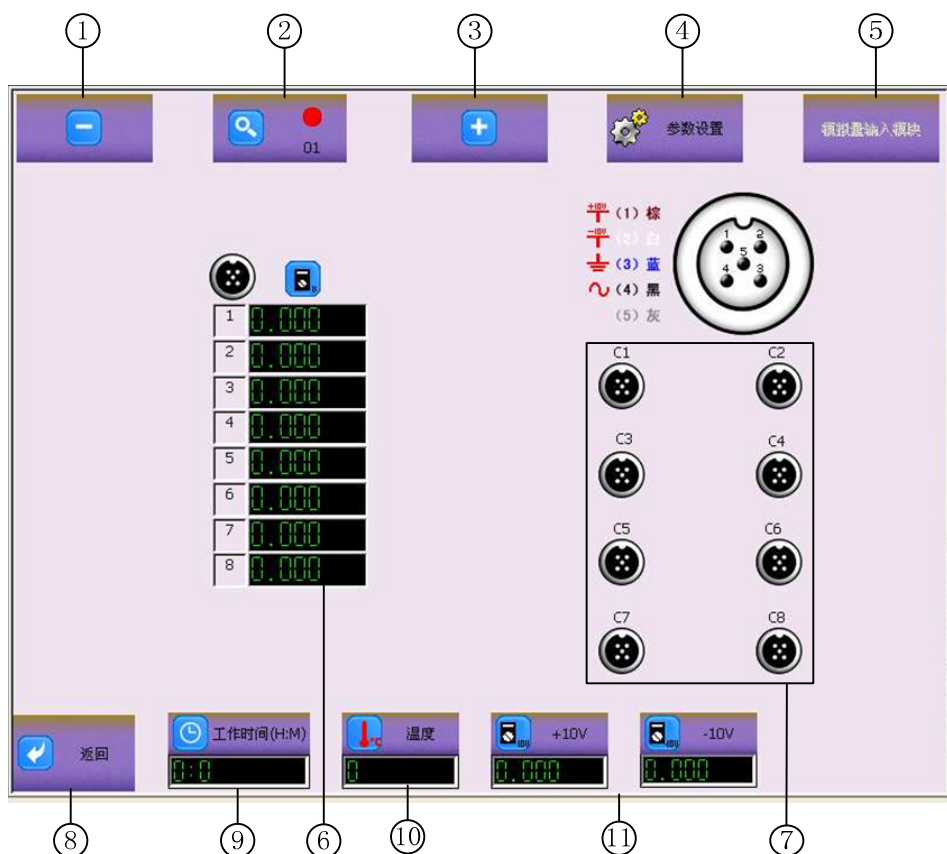

图36 AI 模块故障诊断界面
当在故障诊断主界面点击AI模块，将弹出AI模块的故障诊断界面，如图36所示。
- ① 按下该按键，将跳转到上一个模块的参数设置界面
- ② 模块号：显示当前模块的模块号，图36中显示的是J03模块。若当前模块与网络的通讯正常，则LED为绿色，当通讯异常时，LED为红色
- ③ 按下该按键，将跳转到下一个模块的参数设置界面
- ④ 参数设置按键：按下该按键，将跳转至该模块的参数设置界面
- ⑤ 模块类型：显示当前模块的模块类型，图36中显示的是AI模块
- ⑥ 信息栏：从左至右显示的是通道号和采集的电压值（单位：V）
- ⑦ 接口和管脚标示（C1～C8）：显示每个通道接口管脚的分布
- ⑧ 返回按键：按下该按键，将返回至故障诊断主界面
- ⑨ 工作时间：显示当前模块总的运行时间
- ⑩ 核心板温度：显示当前模块处理器附近区域的温度
- ⑪ 参考电压：显示10V输出电压的参考值